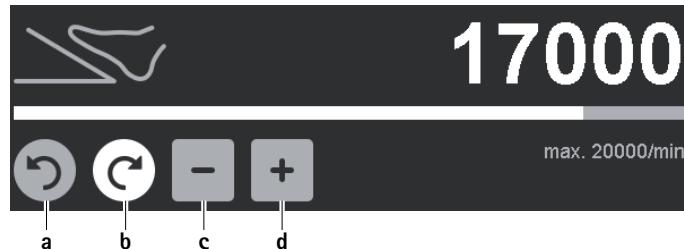

Рис. 6 Изменение верхней границы диапазона числа оборотов/направления вращения
- Изменение направления вращения: Нажать неактивную, серую кнопку направления вращения Право-/левостороннее вращение **a/b**, см. Рис. 6.